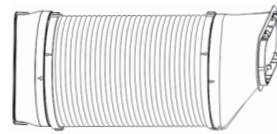

Abb.2
- c. Abb.2 zeigt den zusammengebauten Abluftschlauch.